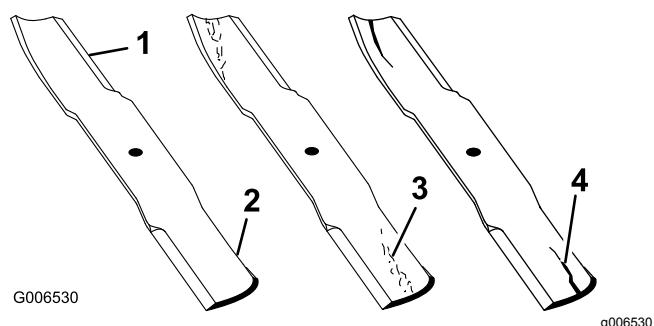

Figura 61
2. Inspeccione los filos de corte (Figura 61).
4. Inspeccione las cuchillas, especialmente la parte curva (Figura 61).
5. Si observa daños, desgaste o la formación de una ranura en esta zona (Figura 61), instale inmediatamente una cuchilla nueva.